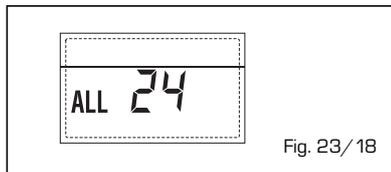

Fig. 23/18
- **ANOMALIA Sonda BOLLITORE SOLARE (S2) "ALL 25"** (fig. 23/19)